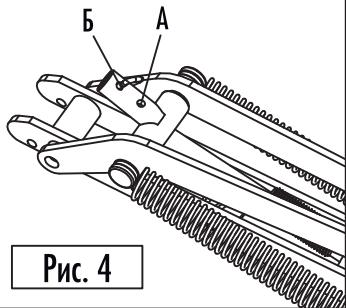

Рис. 4
4.1. Если Ваша форточка открывается более, чем на 40 см.: Вставьте поршень (3) через основной цилиндр (2) в муфту (4). Отверстие в поршне, должно быть совмещено с отверстием «А» в муфте, в них вставляется шпилька (5), (Рис. 4).